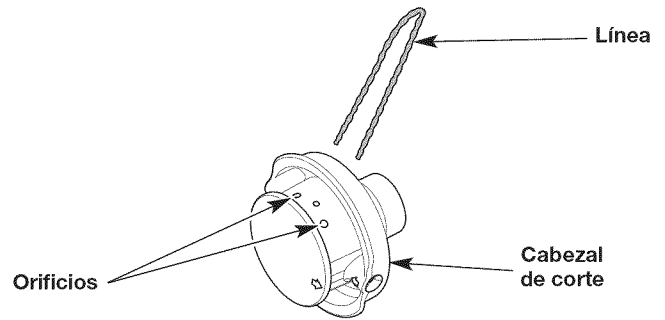
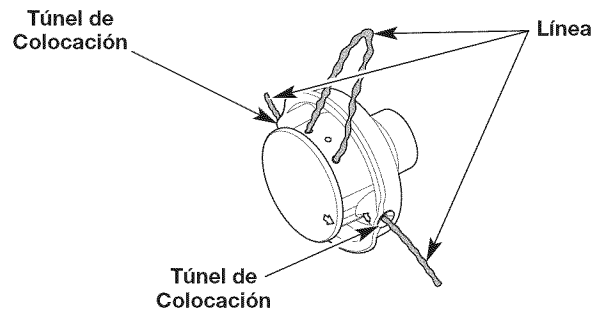

Fig. 7
Fig. 8
3. Inserte los extremos de la línea en los orificios circulares grandes ubicados al costado del cabezal de corte (Fig. 7). Empuje la línea a través de los orificios hasta que ambos extremos salgan de los túneles de colocación (Fig. 8).